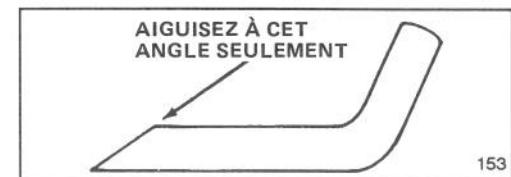

Figure 28
6. AIGUISAGE DE LA LAME — A l'aide d'une lime, aiguisez le tranchant aux deux extrémités de la lame (Fig. 28). Le lame restera équilibrée si vous enlevez la même quantité de métal des deux extrémités de la lame.